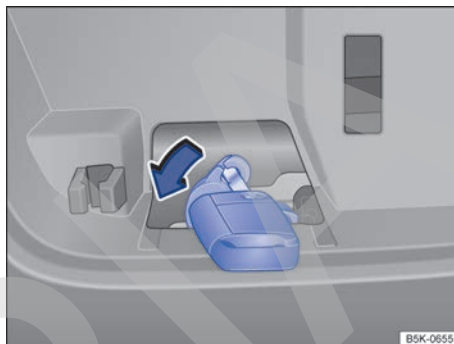

Fig. 79 En el maletero: desbloqueo de emergencia del portón del maletero.
- Introduzca el paletón en la abertura del portón del maletero → fig. 79 y presione la palanca de desbloqueo en el sentido de la flecha para desbloquear el portón.